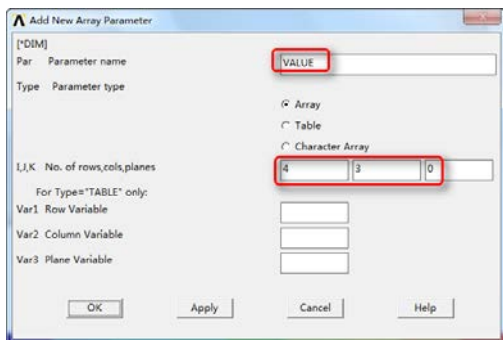

图 8-31 “Add New Array Parameter”对话框
⑤定义参数数组：Utility Menu > Parameters > Array Parameters > Define/Edit，弹出“Array Parameter”对话框，单击“Add”按钮，又弹出如图 8-31 所示的“Add New Array Parameter”对话框，在“Parameter name”后面的输入栏中输入“VALUE”，在“I, J, K No. of rows, cols, planes”后面的输入栏中分别输入“4, 3, 0”。单击“OK”按钮。